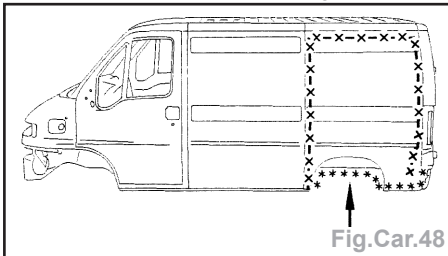

Fig.Car.48
- Panneau de côté arrière (Fig.Car.48).